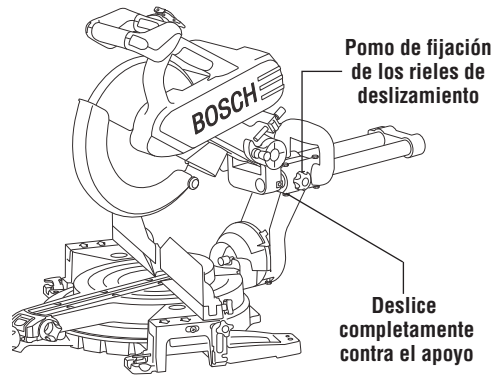

Figura 30. Corte de troceado
1. Deslice el ensamblaje del cabezal hasta la parte trasera tanto como se pueda (Figura 30).
2. Apriete el pomo de fijación de los rieles de deslizamiento (Figura 30).